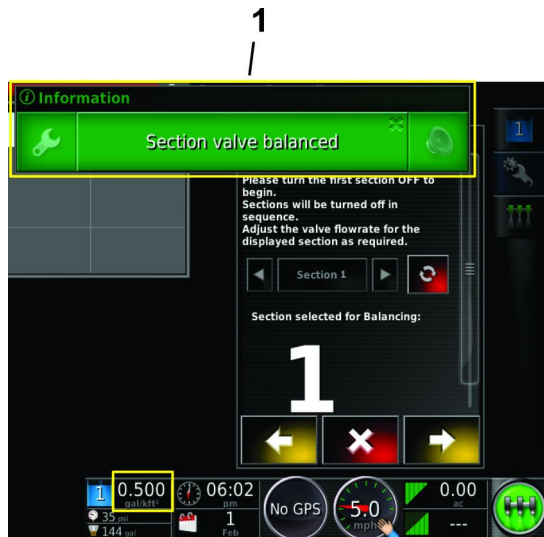

Bild 58
5. Die Meldung „Section Valve Balanced“ wird angezeigt, und der Assistent zum Ventilausgleich geht automatisch auf das nächste Abschnittsventil weiter (Bild 58).